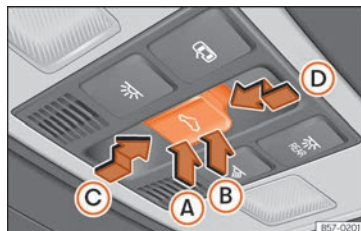

Fig. 93 No revestimento interior do teto: botão do teto de vidro.
O botão  **Fig. 93** tem dois níveis. No primeiro nível pode colocar-se o teto na posição defletora, abrir ou fechar total ou parcialmente.
- **Teto de vidro:** Antes que decorram aproximadamente 5 segundos desde a ativação da função antientalamento, pressione o botão » » » Fig. 93 até ao segundo nível no sentido da seta » » » Fig. 93 ⓐ até que o teto se feche completamente.